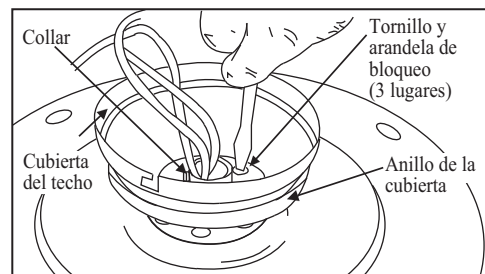

Figura 10
5. Guíe los cables que salen de la parte superior del motor del ventilador por el anillo de la cubierta (asegúrese de que las ranuras queden en la parte superior). Luego continúe colocando la tapa del techo sobre el collar en la parte superior del motor. (Figura 10)